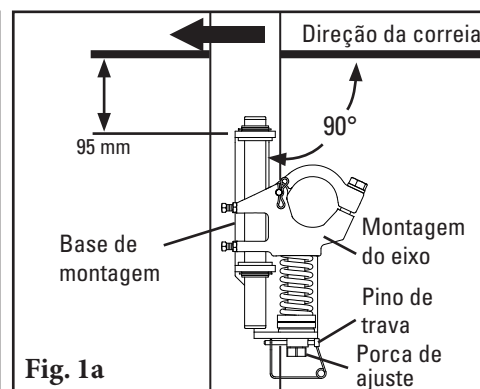

Fig. 1a
- 1. Instale as bases de montagem do tensionador de mola.** (Quanto ao tensionamento de empurramento, consulte as instruções adicionais na página 10.) Fixe a base de montagem na posição, de forma que o flange superior da base esteja alinhado com a correia (Fig. 1a). Parafuse ou solde a base de montagem no lugar. Posicione e instale a base de montagem no lado oposto. Ajuste as porcas de tensão em cada lado, de forma que a montagem do centro do eixo de torção esteja 225mm (9") abaixo da linha da correia.
- 1. Instale as bases de montagem do tensionador de mola.** A orientação de montagem preferível relativa à direção da correia é exibida na Fig. 1a; se necessário, os tensionadores podem ser montados com a direção oposta da correia. Fixe a base de montagem na posição, de forma que o flange superior esteja 95mm abaixo do fundo da correia. Parafuse ou solde a base de montagem no lugar. Posicione e instale a base de montagem no lado oposto. Remova os pinos de trava do tensionador e gire as porcas de ajuste para abaixar completamente o suporte do eixo.
- 1. Instale as bases do sistema pneumático/hidráulico.** Fixe a base de montagem na posição correta, de maneira que o flange fique nivelado com a correia (Fig. 1a). Parafuseie a base de montagem na posição correta e ajuste as porcas da haste roscada a 38 mm (1-1/2") a partir da parte superior da haste roscada. Localize e instale a base de montagem no lado oposto e ajuste as porcas da haste roscada também neste lado